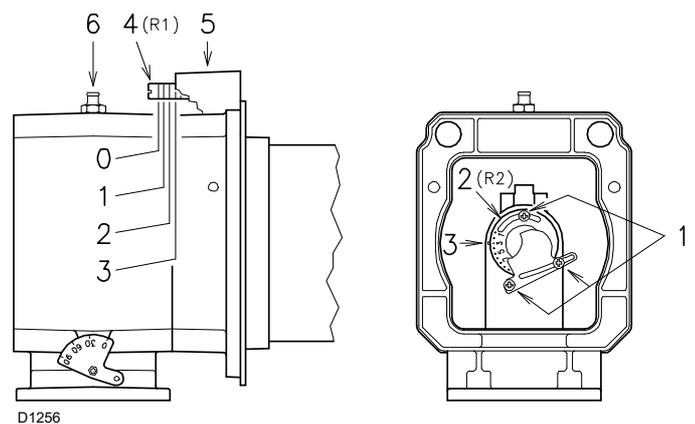

Fig. 17
- tourner la vis 4 (Fig. 17) jusqu'à faire coïncider l'encoche trouvée avec le plan avant 5) de la bride.
Pour faciliter le réglage, desserrer la vis 6 (Fig. 17), régler puis bloquer.
- Desserrer les 3 vis 1) (Fig. 17) et faire tourner la bague 2) jusqu'à la faire coïncider avec l'encoche trouvée avec l'indice 3).
Si la pression du gaz le permet, la fermeture de la bague 2) (Fig. 17) permet de réduire la formation de NOx.